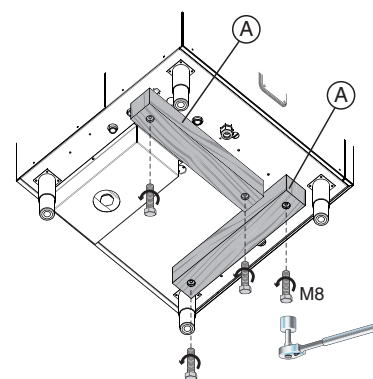

Figura 7 Retirada de los separadores de madera
- Desenrosque los cuatro tornillos M8 para retirar los separadores de madera "A" de la base del aparato (consulte Figura 7).